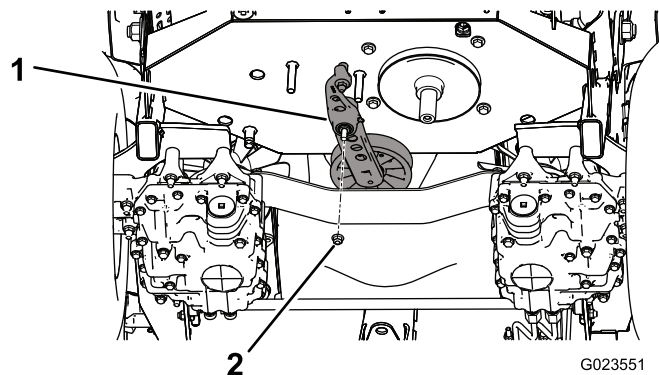

図 57
5. テンショナアセンブリをフレームに固定しているナットを外す **図 57**。